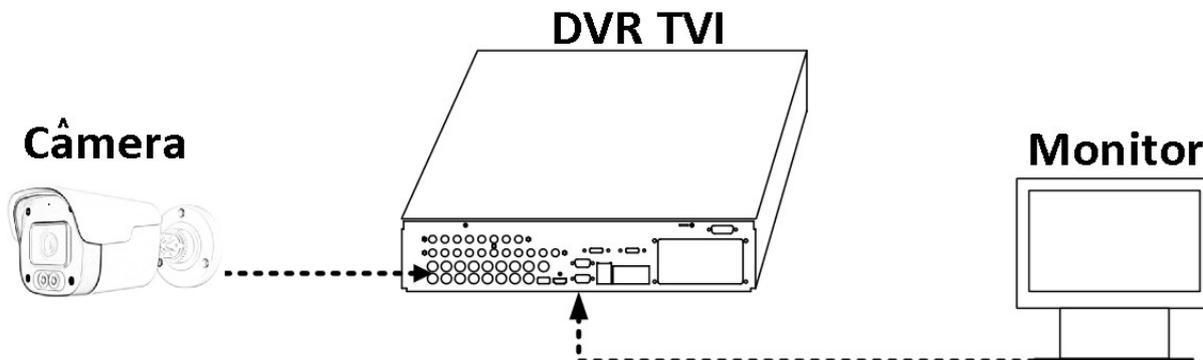

Figura 3.1: Conexão
1. Conecte a câmera ao TVI DVR e o monitor, conforme Figura 3.1: Conexão;